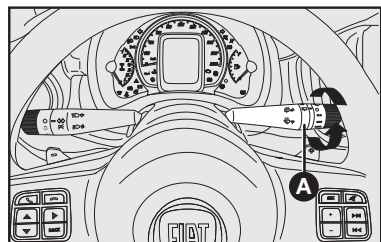

fig. 68
Limpador/lavador do vidro traseiro - fig. 68 e 69
1) Girar a empunhadura **A-fig. 68** da posição **O** para ;